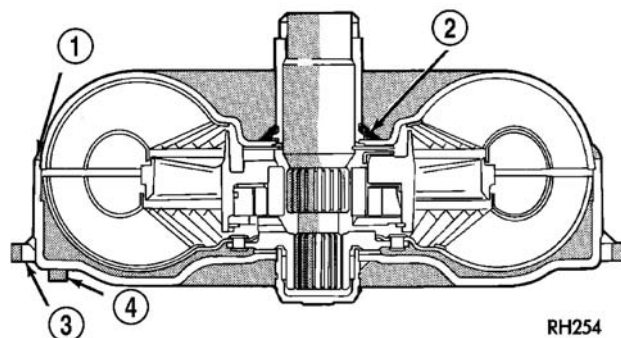

图8 变矩器泄漏点 - 典型的
- 变矩器的外径焊接处泄漏（图8）
- 变矩器毂焊接处（图8）